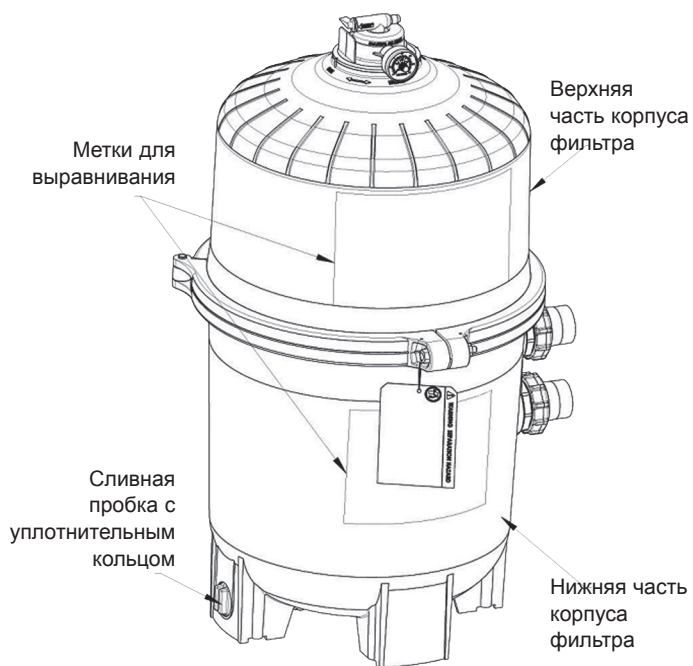

Рис. 5
1. Разместить металлическую армированную прокладку на нижнюю часть корпуса фильтра (Рис. 4). Разместить верхнюю часть корпуса фильтра на армированную металлическую прокладку Hayward DEX2422Z2 и нижнюю часть корпуса фильтра в положение, которое не препятствует выполнению всех операций таким образом, чтобы были видны все метки и верхняя часть корпуса фильтра была отцентрирована по отношению к нижней части корпуса фильтра. Сильно прижать вниз для установки верхней части корпуса фильтра. (Рис. 5)
2. Установить заглушку фильтра. Концы заглушки фильтра должны установиться в закрепленном положении для безопасности таким образом, чтобы видны были эксплуатационные метки на корпусе фильтра (Рис.5).